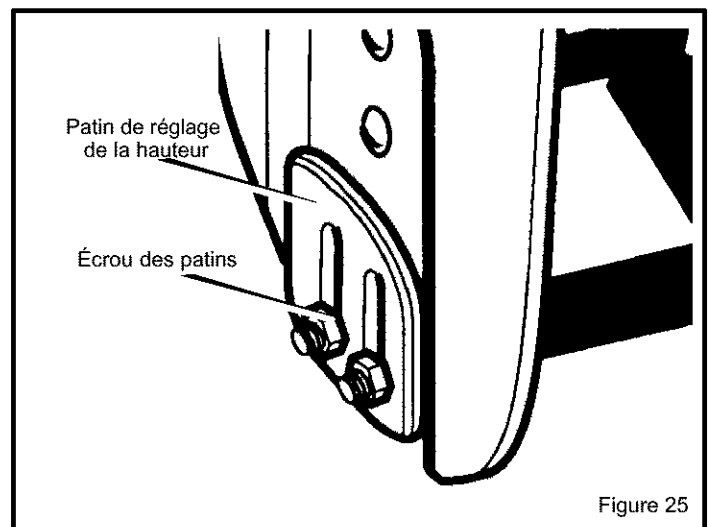

Figure 25
2. Desserrer les écrous du patin (Figure 25) et descendre le patin jusqu'à ce qu'il touche le sol. Resserrer les écrous.